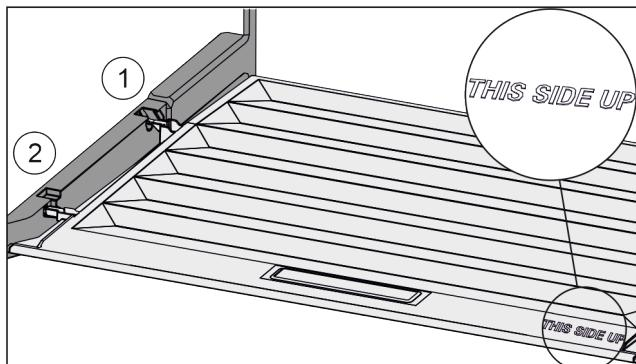

Fig. 32
- Prečke poklopca uvedite preko otvora stražnjeg držača Fig. 32 (1) i uglavite ih u držač Fig. 32 (2).